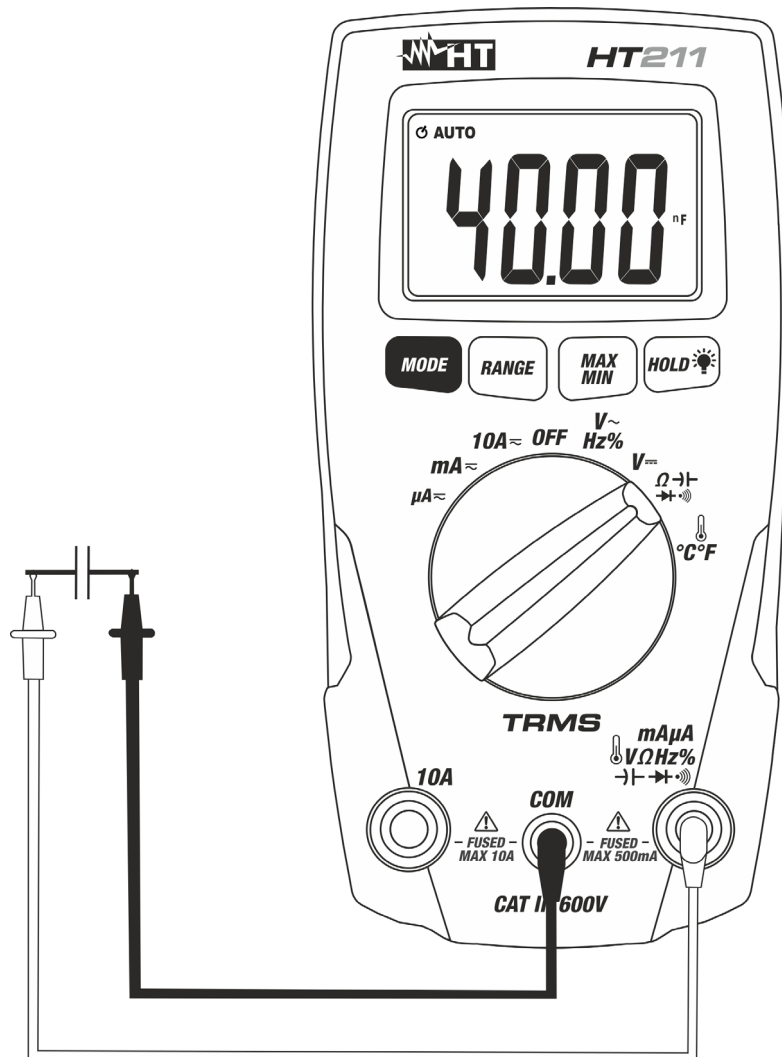

Fig. 7: Uso dello strumento per misura di Capacità
4. Posizionare i puntali ai capi del condensatore in esame rispettando eventualmente le polarità positive (cavo rosso) e negative (cavo nero) (vedere Fig. 7). Il valore della capacità è mostrato a display